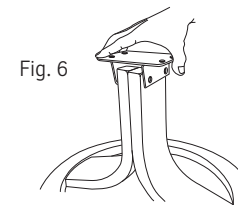

Fig. 6
Put top plate (H) on top of the ottoman up-rights as shown in fig. 6.
Oberplatte (H) aufsetzen wie in fig. 6.
Nałóż płytę (H) na nogi podnóżka, tak jak pokazuje rys. 6